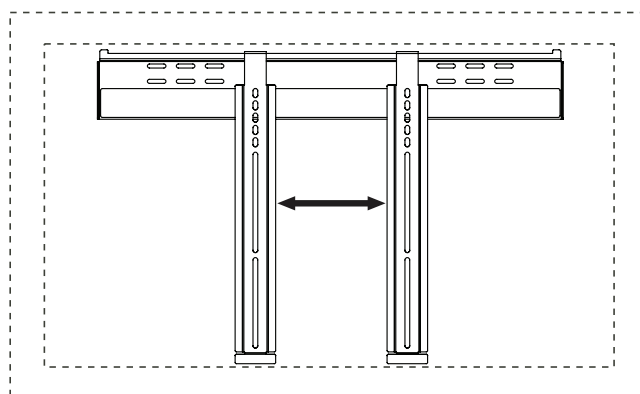
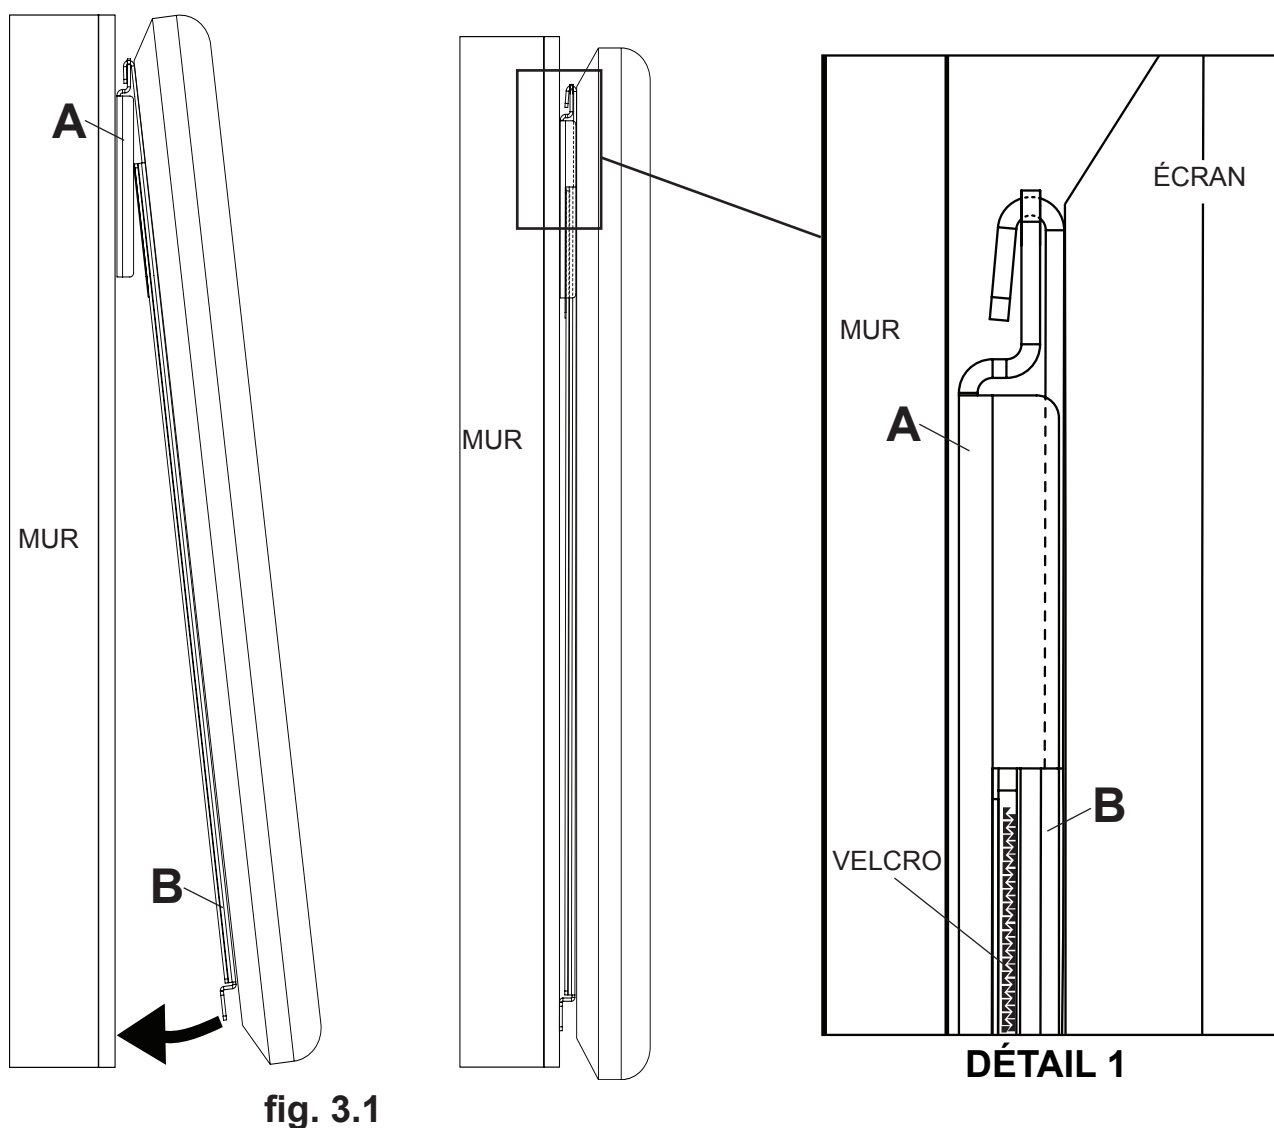

fig. 3.2
fig. 3.1
**3** Guidez les crochets des supports adaptateurs (**B**) dans la bride de la plaque murale (**A**). Puis faites pivoter lentement l'écran vers le mur comme illustré à la fig. 3.1. Appuyez délicatement sur l'écran pour vous assurer que les bandes velcro sont bien en place, comme illustré dans le dessin de détail 1. L'écran peut être réglé horizontalement si désiré comme illustré à la fig. 3.2.